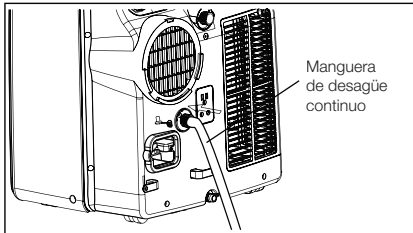

Fig. 26
2. Durante el modo de calefacción, debe conectar una manguera de desagüe a la parte posterior de la unidad, tal y como se muestra en la fig. 26.